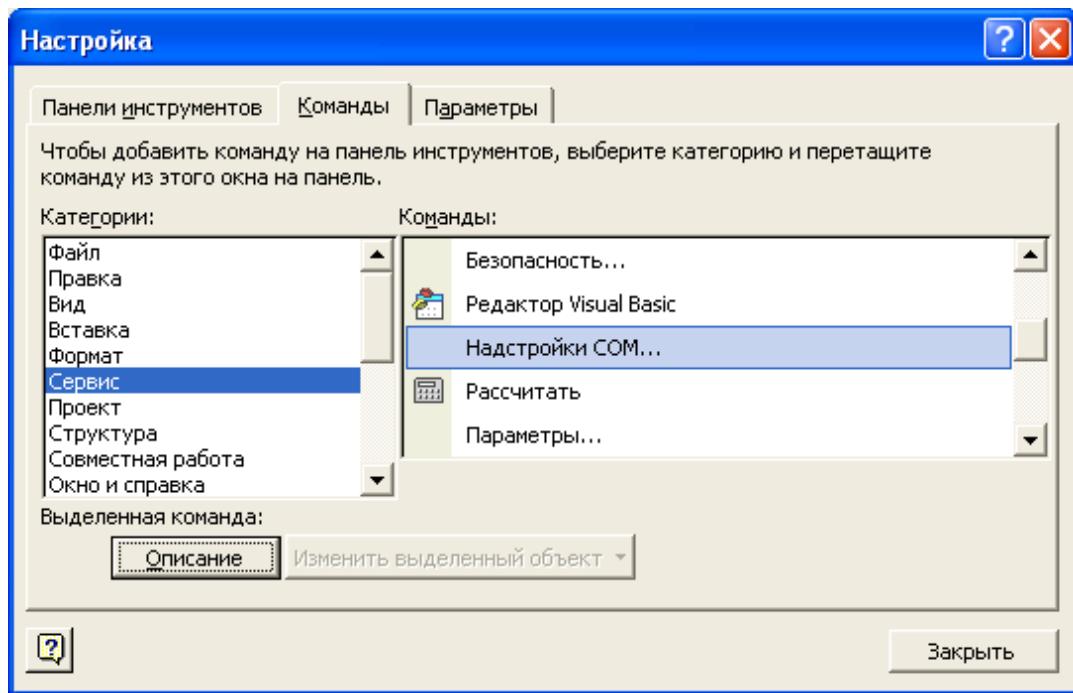

Рис. 5.15. Додавання команди на панель інструментів
3. На вкладці **Команды (Commands)** обрати **Сервис (Tools)** у списку **Категории** (рис. 5.15).